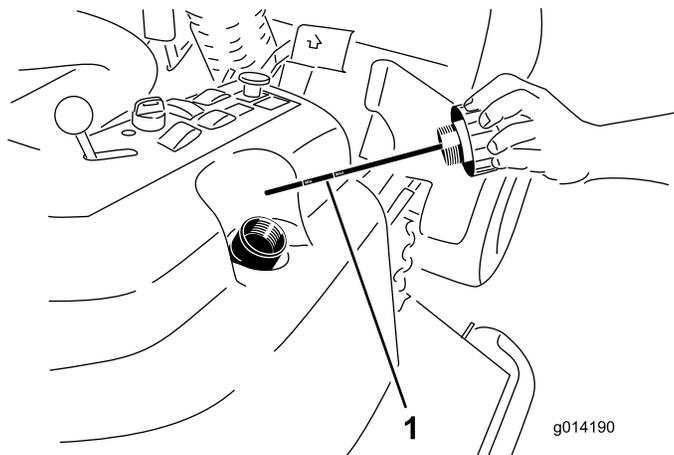

Figure 51
4. Enlevez le bouchon (Figure 51) du goulot de remplissage du réservoir de liquide hydraulique.
5. Retirez la jauge et essuyez-la sur un chiffon propre (Figure 51).
6. Vissez la jauge dans le goulot de remplissage, ressortez-la et vérifiez le niveau de liquide (Figure 51).